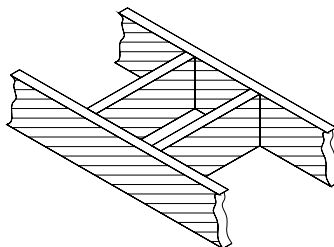

Figure 23
1. Coupez les trous dans les plafonds et planchers que traversera la cheminée et dans le toit et installez-y un cadre (voir figure 23). Utilisez une ligne à plomb pour aligner les centres des trous. Assurez-vous que la dimension des trous dans les planchers et les plafonds est conforme aux instructions du fabricant de la cheminée.